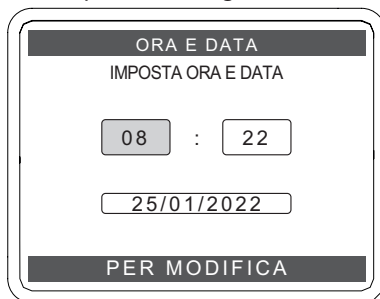

Figura 1.10
- Premere il tasto (↵) o (⏪) per impostare l'ora Figura 1.10.